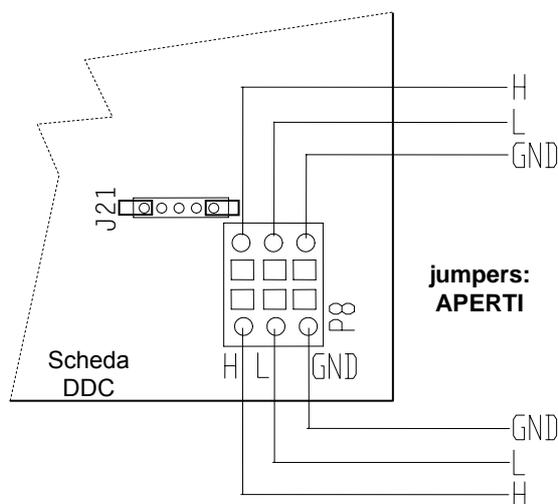

Figura 18 - Connessione di 2 cavi CAN BUS al DDC: IL DDC E' UN NODO INTERMEDIO. In evidenza le posizioni dei fili del cavo CAN BUS e dei jumpers "J21": APERTI.
- se il DDC è un **nodo intermedio** della rete (nel connettore arancione "P8" ci sono 6 fili): posizionare i jumpers sul DDC come illustrato in Figura 18: APERTI.
6. **Solo per nodi intermedi:** Ripetere le operazioni dal punto 1 al punto 4 per l'altro tratto di cavo CAN BUS necessario. Seguire anche il punto 5, ma riferirsi alla Figura 18, Pagina 36 per il collegamento del cavo al connettore "P8". Passare poi al punto 8.